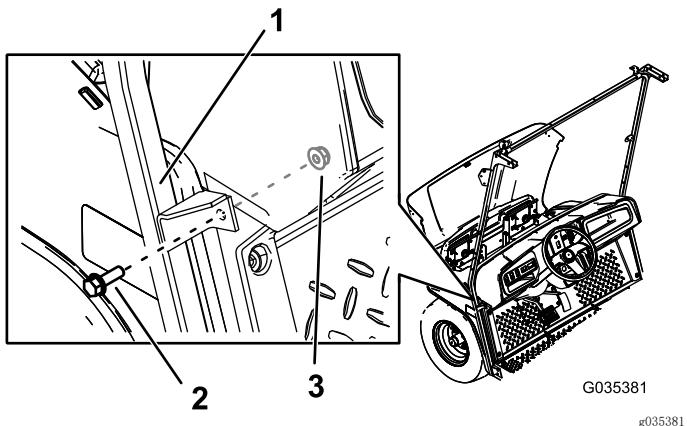

图5
4. 用2个六角凸缘螺栓 ($5/16 \times 1$ 英寸)和2个螺母 ($5/16$ 英寸)将风挡支撑的中间支架固定到机器上钻出的孔内 (图5)。